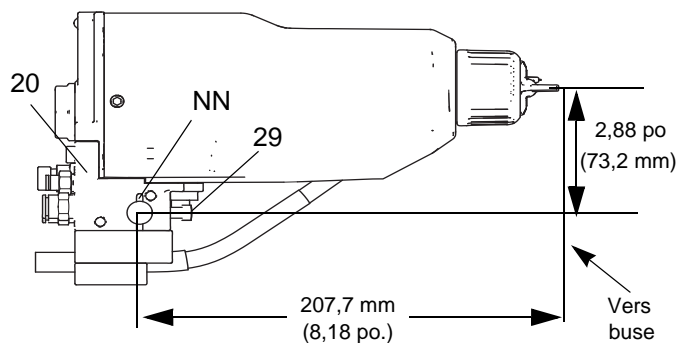

Fig. 4 Support de montage
1. Desserrez les deux vis de fixation (29) du collecteur et faites glisser le collecteur (20) sur une bielle de fixation de 13 mm (1/2 po.).
REMARQUE : Pour obtenir un positionnement plus fiable, introduisez une broche de positionnement de 3 mm (1/8 po.) dans la fente (NN) de la fixation et dans un trou de la tige. Consultez les détails sur la FIGURE 4.